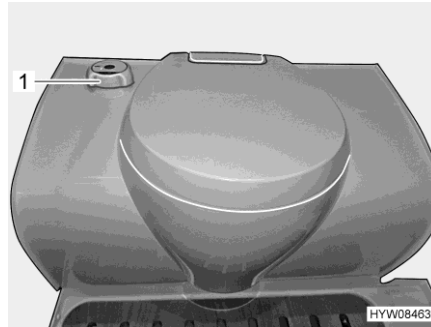

Bild 146 Thetford-toalett
- Vrid ratten (Bild 146,1) moturs.
- Vrid ratten (Bild 146,1) medurs.